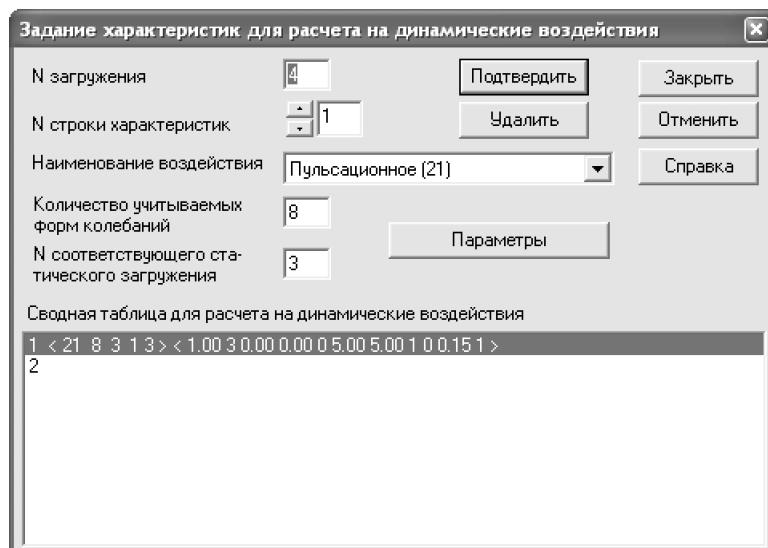
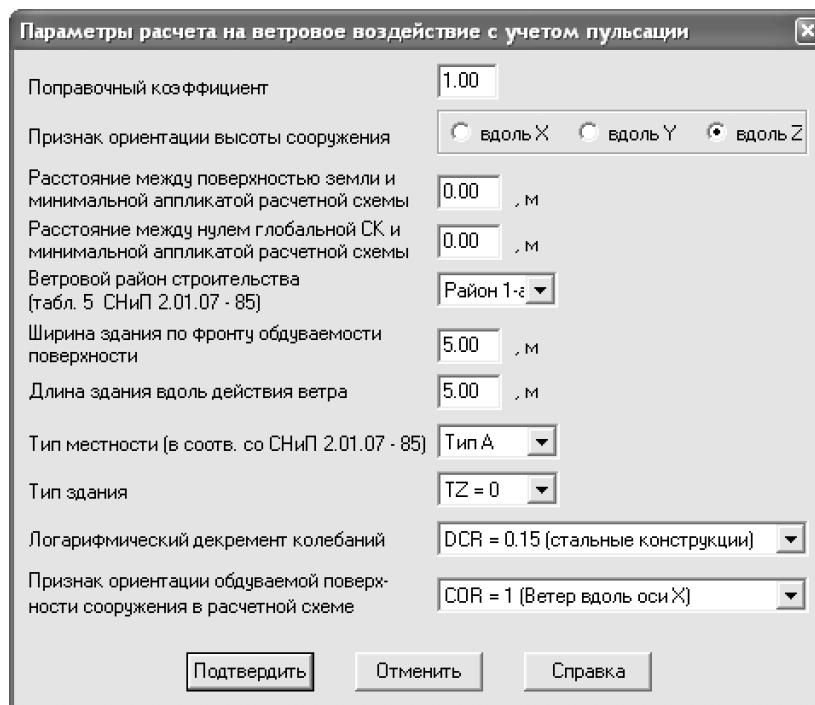

Рис.5.22. Диалоговое окно **Задание характеристик для расчета на динамические воздействия**
Рис.5.23. Диалоговое окно **Параметры расчета на ветровое воздействие с учетом пульсации**
- Для задания основных характеристик четвертого загружения вызовите диалоговое окно **Задание характеристик для расчета на динамические воздействия** (рис.5.22) из меню **Нагрузки** ⇒ **Динамика** ⇒ **Таблица динамических загружений** (кнопка на панели инструментов)
- наименование воздействия – **Пульсационное (21)**;
- В диалоговом окне **Параметры расчета на ветровое воздействие с учетом пульсации** (рис.5.23) задайте следующие необходимые параметры: